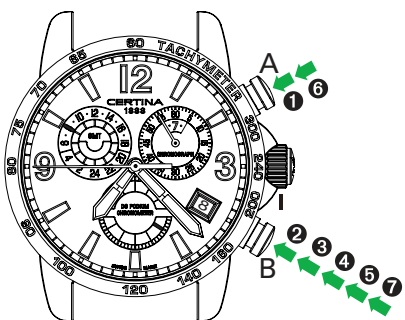

Рис. 3
**Считывание показаний (см. рис. 3)**
**Считывание суммарного результата последнего измерения (см. рис. 3)**